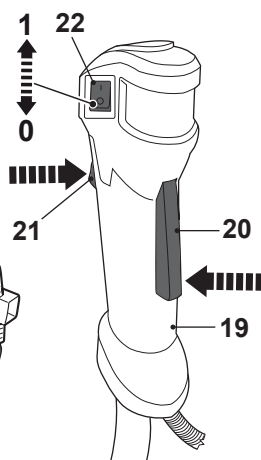

Fig. 23
- > Appuyez sur la manette de blocage [20] et sur l'accélérateur [21] (Fig. 23).
- > Appuyez sur Le blocage de la gâchette [20] et sur l'accélérateur [21] (Fig. 23).